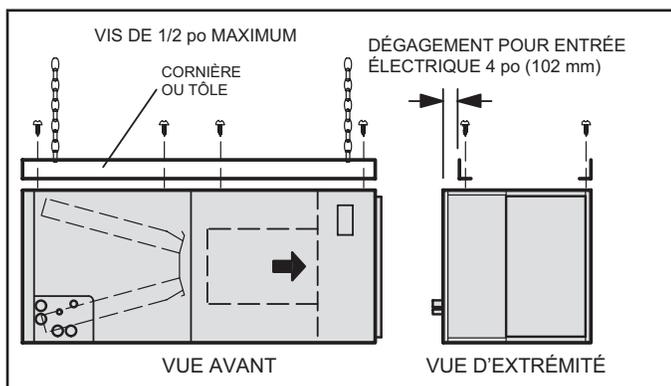

FIGURE 5. Suspension d'une unité horizontale
- 4 - Si l'unité est suspendue, elle doit être supportée sur toute sa longueur. Lorsqu'une chaîne ou une bande métallique est utilisée, fixez un morceau de cornière ou de tôle sur l'unité (au-dessus ou en dessous) de manière à ce que toute la longueur de l'unité soit supportée. Utilisez des vis de 1/2 po de long maximum de manière à ne pas endommager le serpentin ou le filtre comme illustré à la figure 5. Connectez les plenums d'air d'alimentation et de retour à l'aide de vis à tôle.
- 14 - Si l'unité est suspendue, elle doit être supportée sur toute sa longueur. Lorsqu'une chaîne ou une bande métallique est utilisée, fixer un morceau de cornière ou de tôle sur l'unité (au-dessus ou en dessous) de manière à ce que toute la longueur de l'unité soit supportée. Utilisez des vis de 1/2 po de long maximum de manière à ne pas endommager le serpentin ou le filtre comme illustré à la figure 5. Connectez les plenums d'air d'alimentation et de retour à l'aide de vis à tôle.